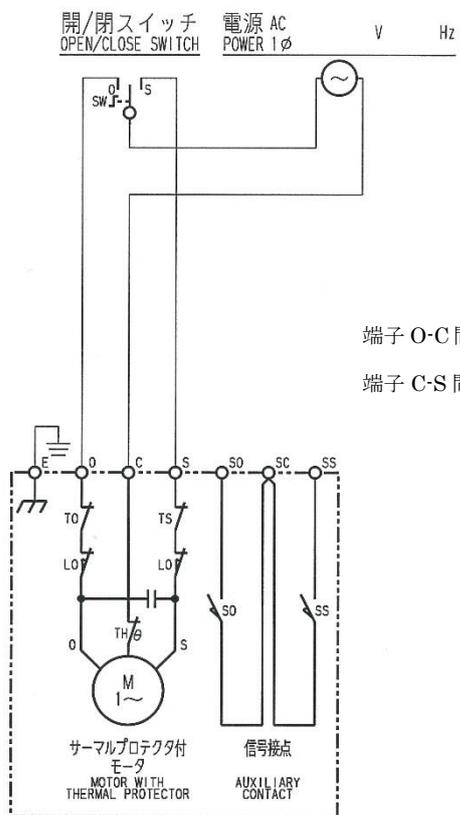

図 6 : B形内部接続図
- （3）図6、7に制御動作B及びCの標準接続図を示します。制御動作CEやCX、その他特殊仕様の場合、本図通りでは無いことがありますので、接続図や仕様書で確認してください。